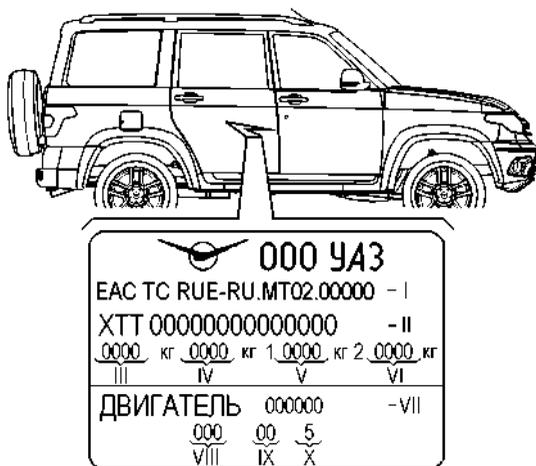
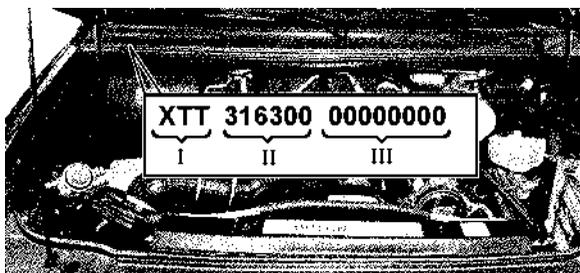

Рис. 1.1. Заводская табличка автомобиля:
Рис. 1.2. Расположение идентификационного номера транспортного средства
**Заводская табличка автомобиля** (рис. 1.1) установлена на центральной стойке боковины кузова с правой стороны автомобиля.
**Идентификационный номер** транспортного средства наносится на заводской табличке (рис. 1.1) и на кузове автомобиля, на нижней панели ветрового окна (рис. 1.2).
Идентификационный номер (рис. 1.2) состоит из трех частей: